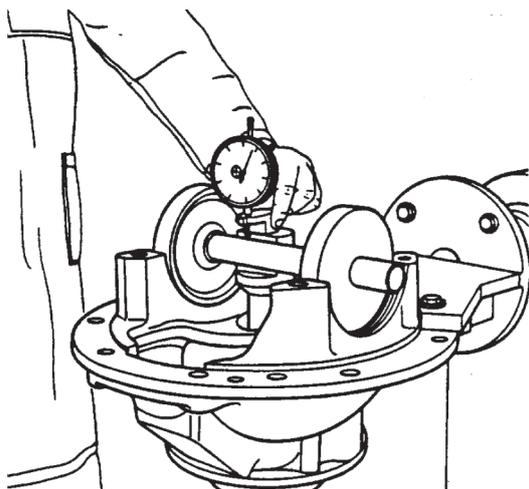

Figura 101
N. A seguir, com o suporte do comparador firmemente apoiado na superfície padrão do calço instalado na ponta do simulador, coloque o apalpador sobre o eixo centralizador. Continuando, movimentar o apalpador transversalmente ao eixo centralizador, até que o ponteiro do instrumento indique um valor máximo. Valor este, que indica que o apalpador está exatamente sobre o diâmetro do eixo centralizador. (Figura 101).